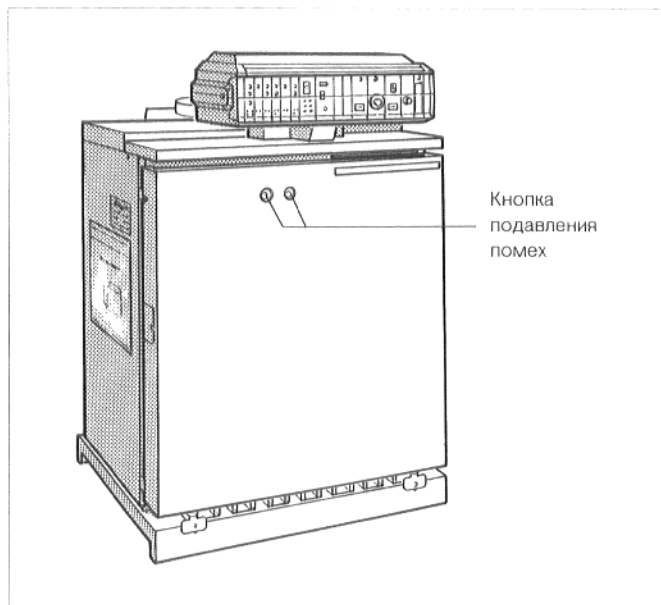

Рис. 3. GE_324 LZ Lownox Ecomatic; кнопка подавления помех
- Если светится контрольная лампочка кнопки подавления помех котла (рис. 3), то кнопку подавления помех следует нажать.